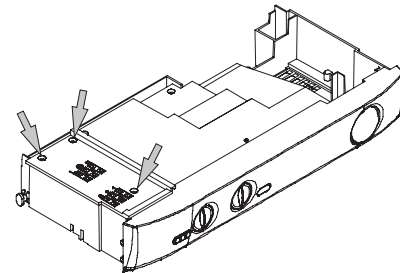

Figura 4.11
- Svitare le viti e rimuovere il coperchio copri morsetteria (Figura 4.11).